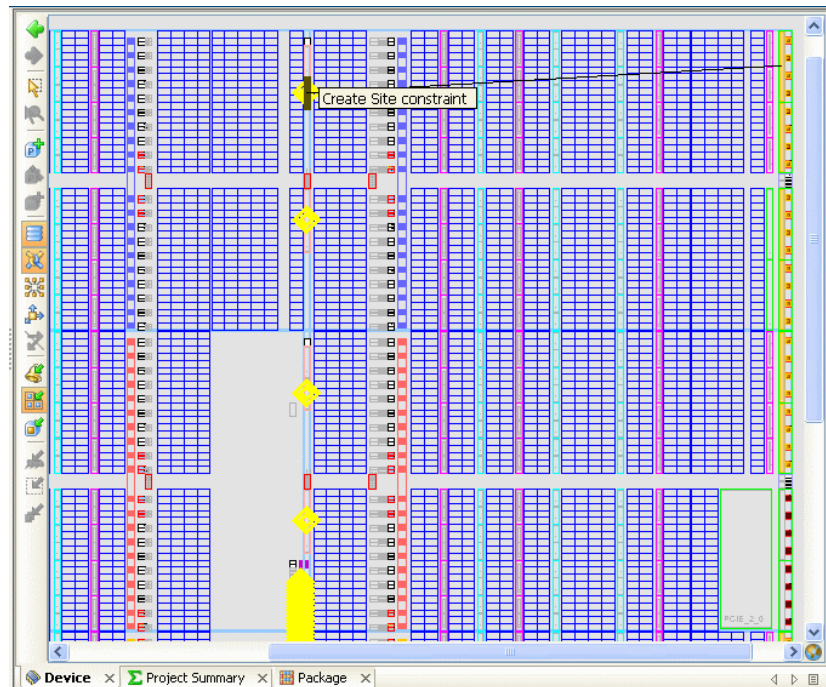

図 8-29 : クロック ロジックの手動配置
3. 配置するロジックを [Find Results]、[Schematic]、または [Netlist] ビューでクリックし、[Device] ビューのサイトにドラッグします。257 ページの図 8-29 は、手動のクロック配置の例を示しています。